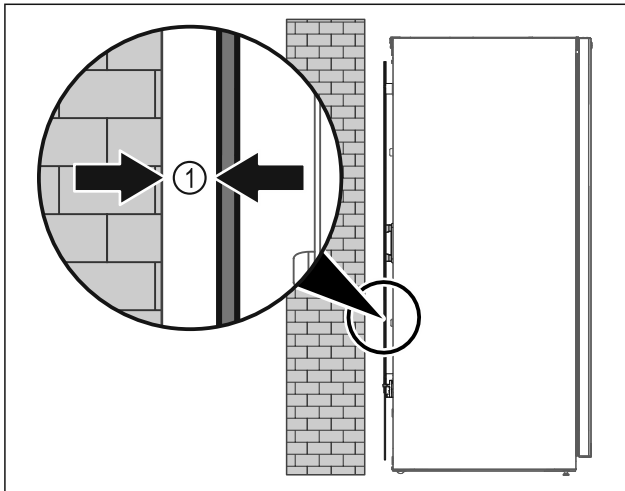

Fig. 6
- ▶ Установите устройство или свободно в помещении или прямо к стене на расстоянии 5 мм Fig. 6 (1).